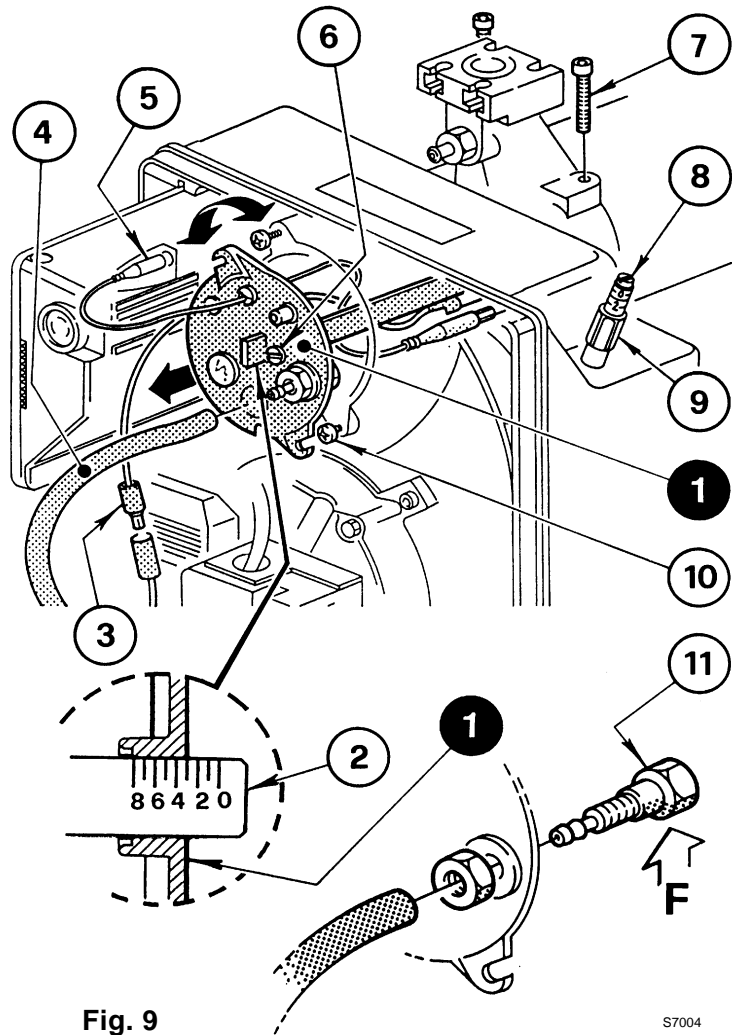

Fig. 9
Il dépend du débit du brûleur. Visser ou dévisser la vis de réglage (6) afin que le repère gradué de la tige de réglage (2) corresponde au plan externe du groupe de la tête (1) (voir fig. 9).
Le schéma à la page 7, fig. 9 indique le réglage pour un débit de 110 kW avec brûleur BS 3 type 913 T1. L'encoche 3 de la tige de réglage doit coïncider avec le plan externe du groupe tête, comme indiqué dans le diagramme.
REGLAGE VOLET D'AIR (Fig. 9, pag. 7)
La prise de pression pos. 11, fig. 9, page 7 est mal positionnée.	Positionner correctement la prise de pression en suivant les indications données dans ce manuel au chap. 4. page 7.